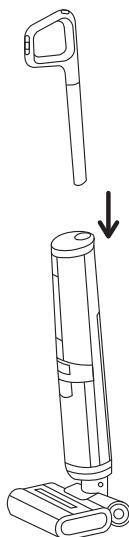

Рис. 1
- Вставьте ручку пылесоса в основной блок до щелчка (Рис. 1).